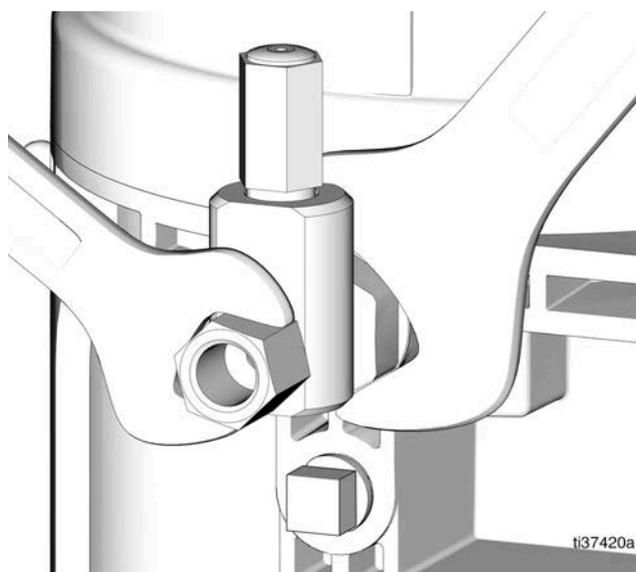

FIG. 15
- Utilice siempre dos llaves y haga fuerza en direcciones opuestas cuando conecte algo al elemento de bomba o accesorios auxiliares. Vea un ejemplo en la FIG. 15.